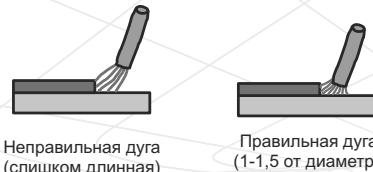

Рисунок 9
- Сразу после возбуждения дуги отведите электрод от свариваемой поверхности на расстояние 2-4 мм и удерживайте это расстояние в течение всего сварочного процесса (см. рис.9).